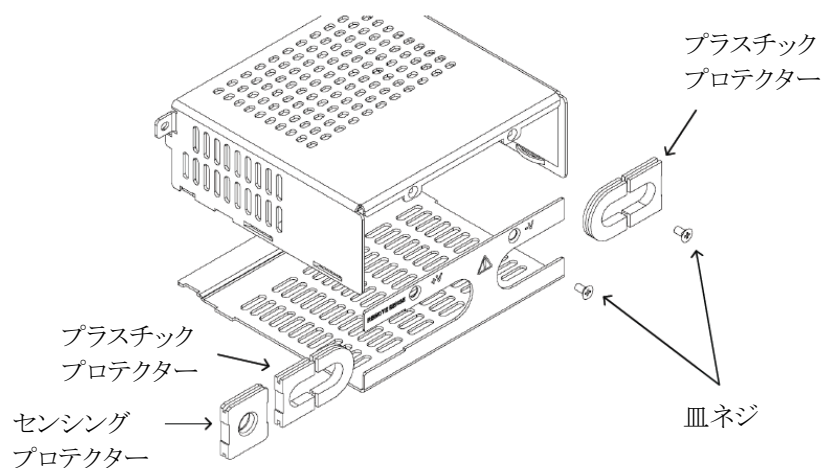

図4-64 出力端子カバーの分解方法
2. 図4-64に示すように出力端子カバー(製品に添付されています)の皿ネジを取り外して開け、プラスチックプロテクターとセンシングプロテクターを取り外してください。